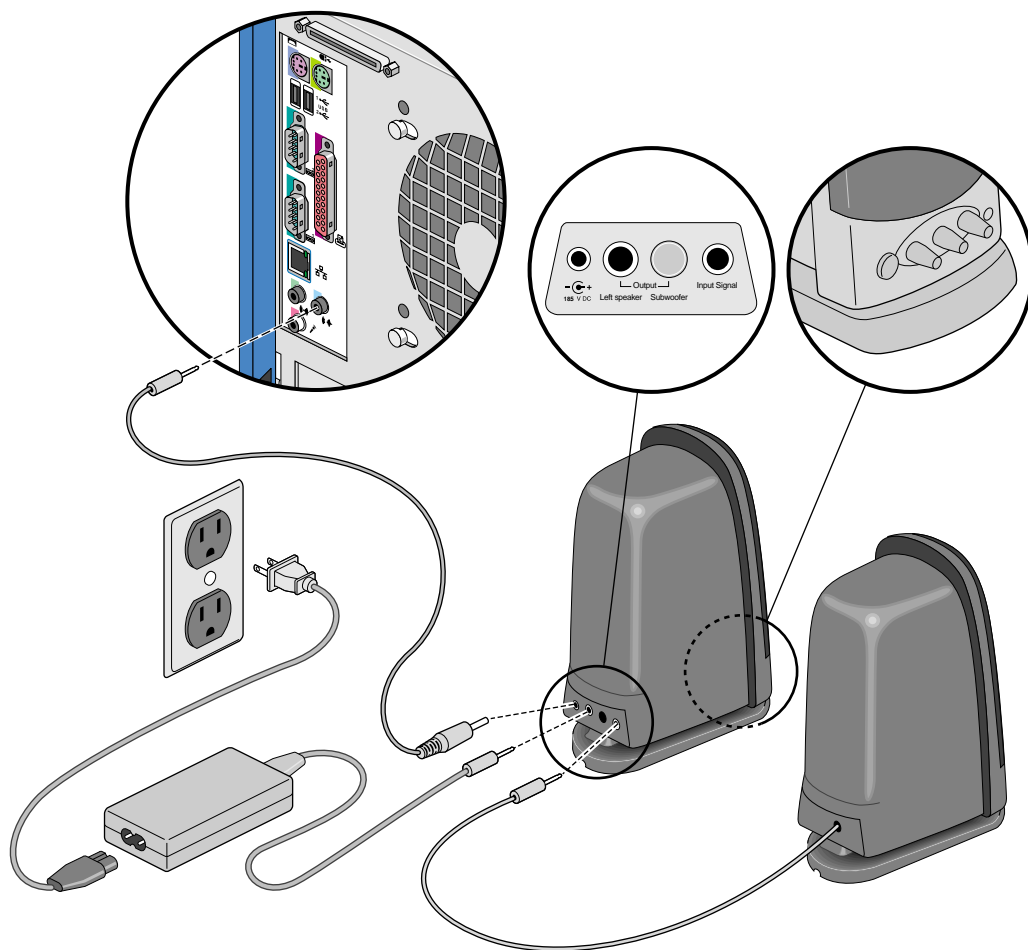

図 1-9 スピーカーの接続
6. スピーカーをシステムに接続するには、次の指示に従ってください。図 1-9 に、その手順を示します。
- d. 図1-9に示すように、右スピーカーを左スピーカーに接続します。